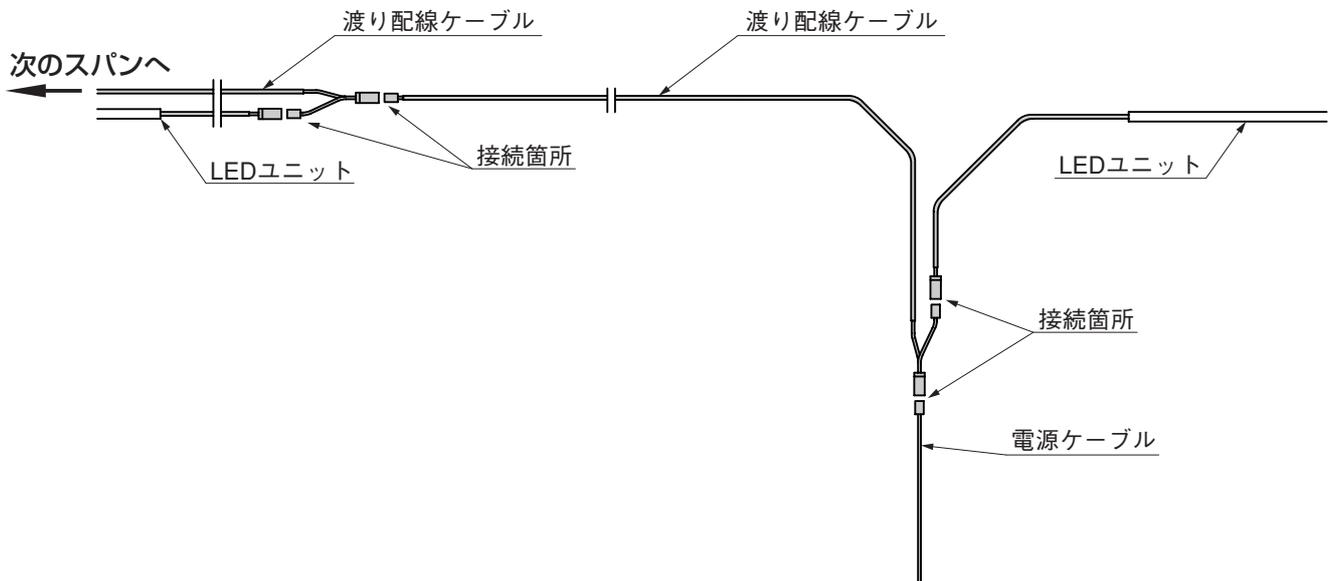

図7-1 LEDユニットの連結方法
- 渡り配線ケーブル1本につき、LEDユニット1台の増設が可能です。渡り配線ケーブルをつぎ足すことでLEDユニットを複数増やすことができます。(図7-1参照)